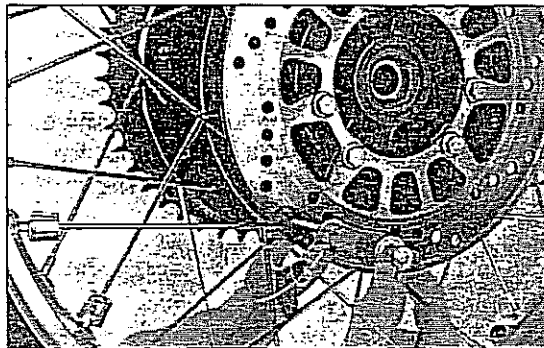

Bild 167
-  Verschmierte Bremsscheiben mit hochwertigem Entfettungsmittel reinigen. Stärke der Bremsscheiben mit Mikrometer messen (Verschleissgrenze vorn und hinten: 3,5 mm), Verzug an der ausgebauten Bremsscheibe auf der Richtplatte mit Messuhr oder Fühlerlehre (Verschleissgrenze 0,15 mm) messen, siehe Bild 167.